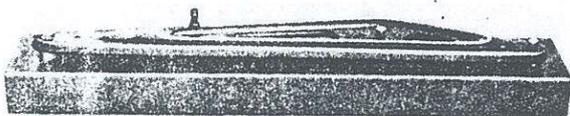

Bild 173
11. c) 2. Zur Prüfung vorteilhaft selbst anzufertigende Lehre (Bild 173) verwenden. Falls nicht vorhanden, die drei Hauptbohrungen der einen Gabelscheide auf ebener Unterlage anzeichnen, dann andere Gabelscheide auf die angezeichnete Unterlage auflegen. Angezeichnete Punkte und Bohrungen der zweiten Gabelscheide müssen übereinstimmen.